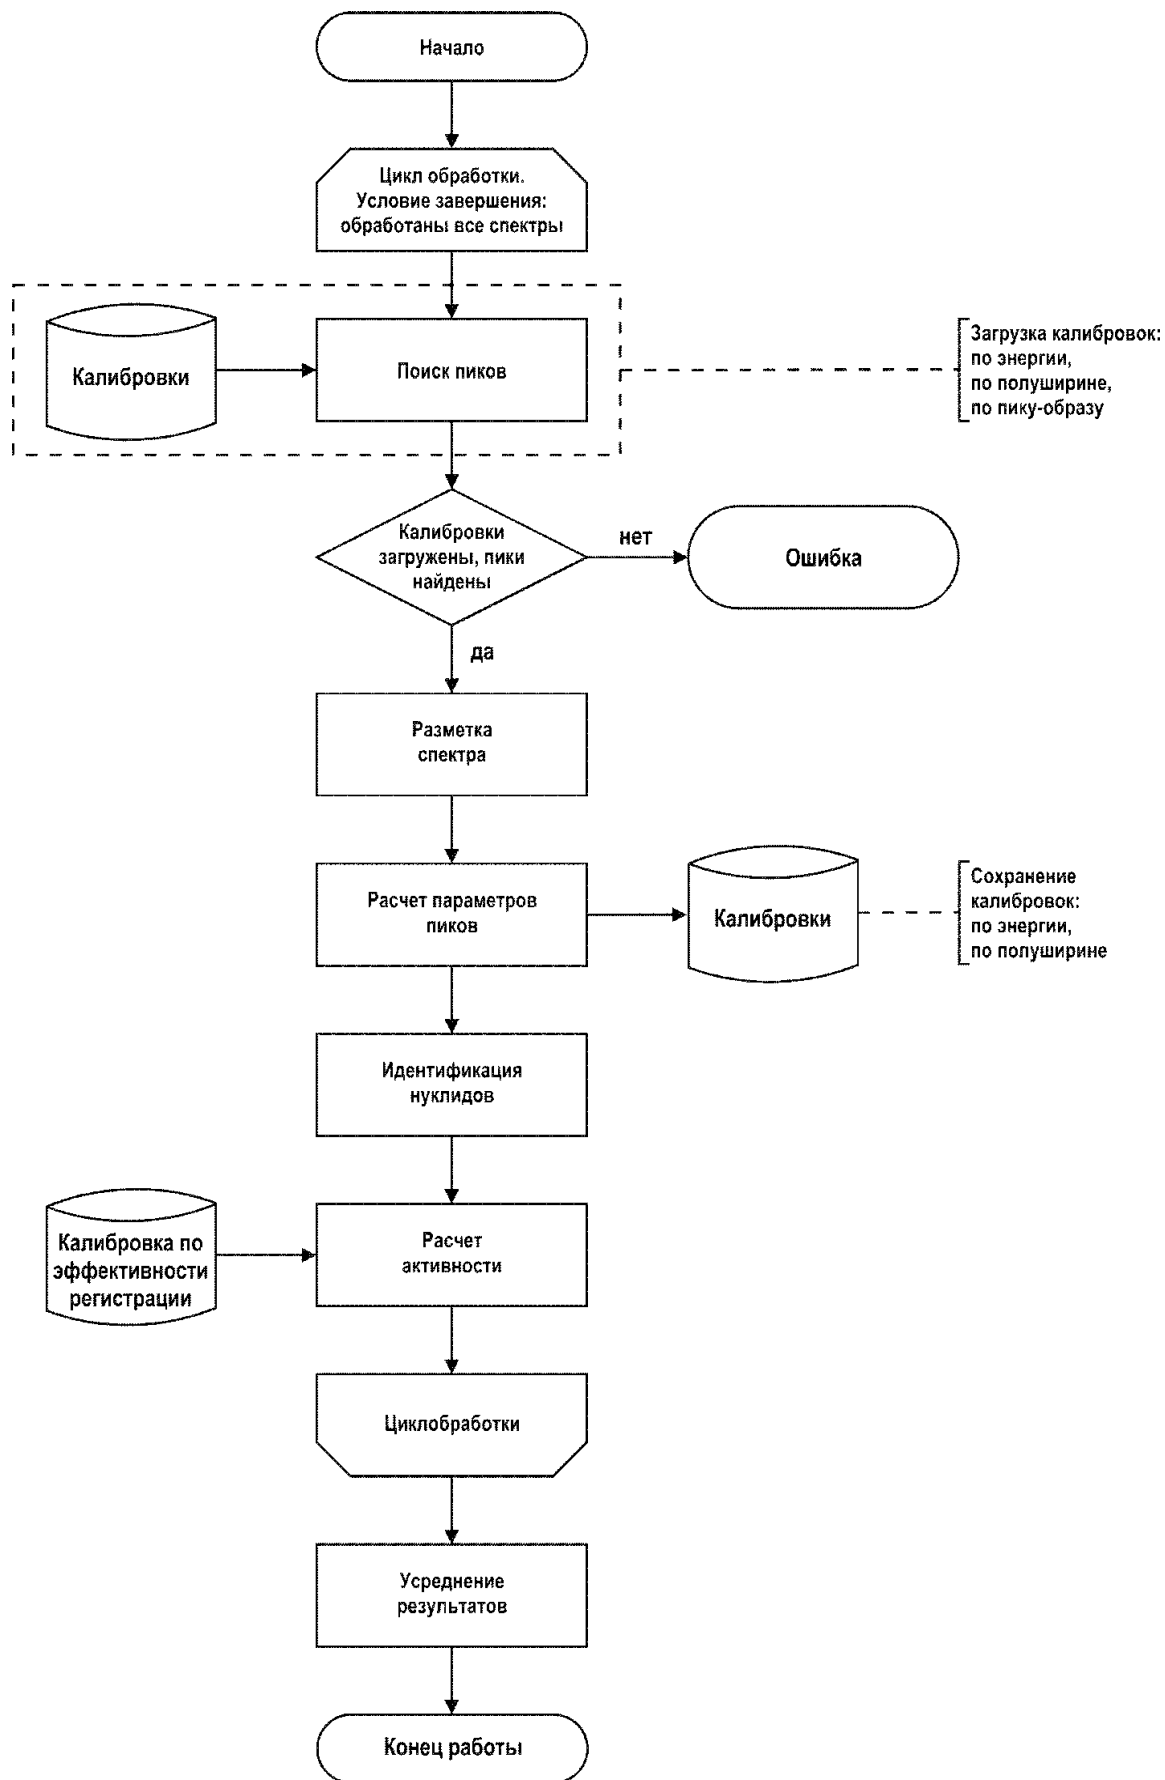

Рис. 18. Блок-схема алгоритма расчета активности.
1.7.1.8. Алгоритм расчета активности проводится согласно следующей блок-схеме (см. Рис. 18).